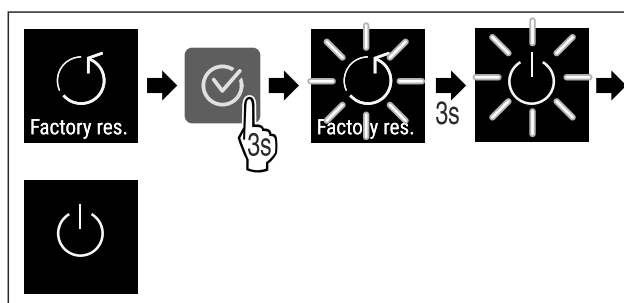

Fig. 102
- ▶ Vykonať kroky akcie (pozri Fig. 102) .